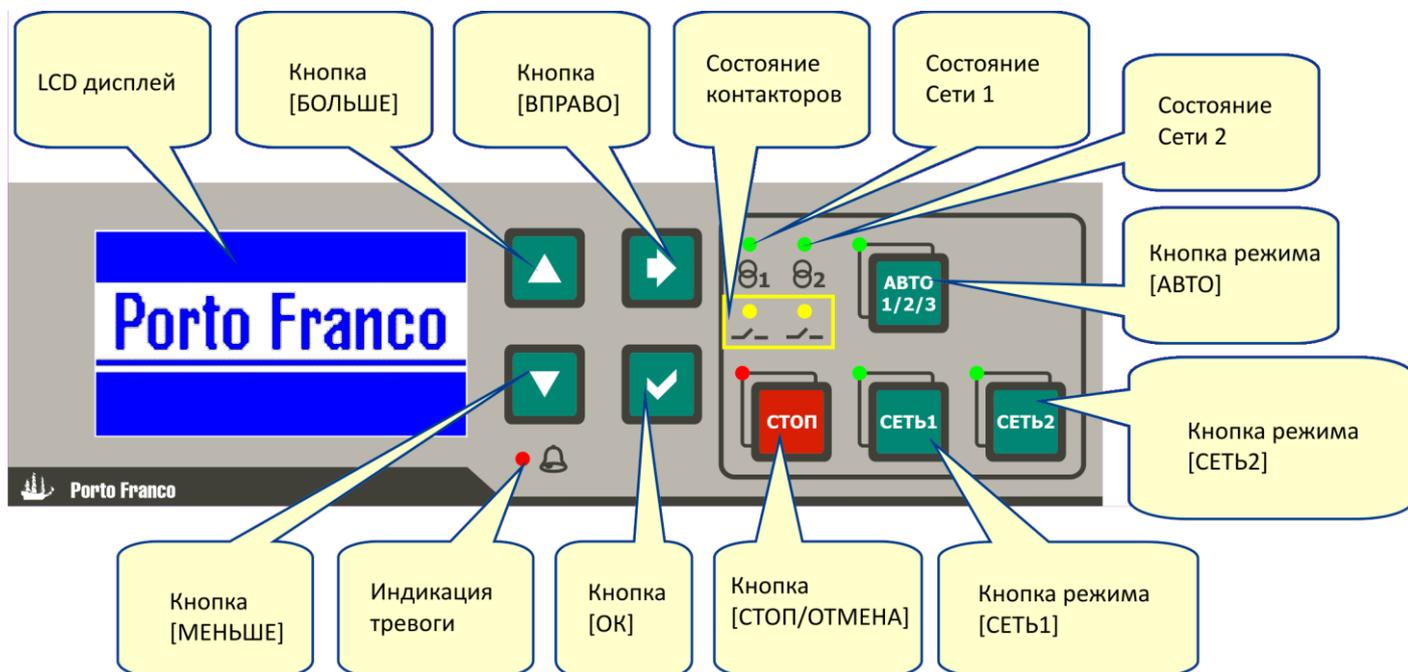

Рис. 5.2. Панель индикации и управления
5.3.1 На передней панели контроллера (рис. 5.2) расположены следующие элементы управления:
5.4.1 На передней панели контроллера (рис. 5.2) расположены следующие элементы индикации: